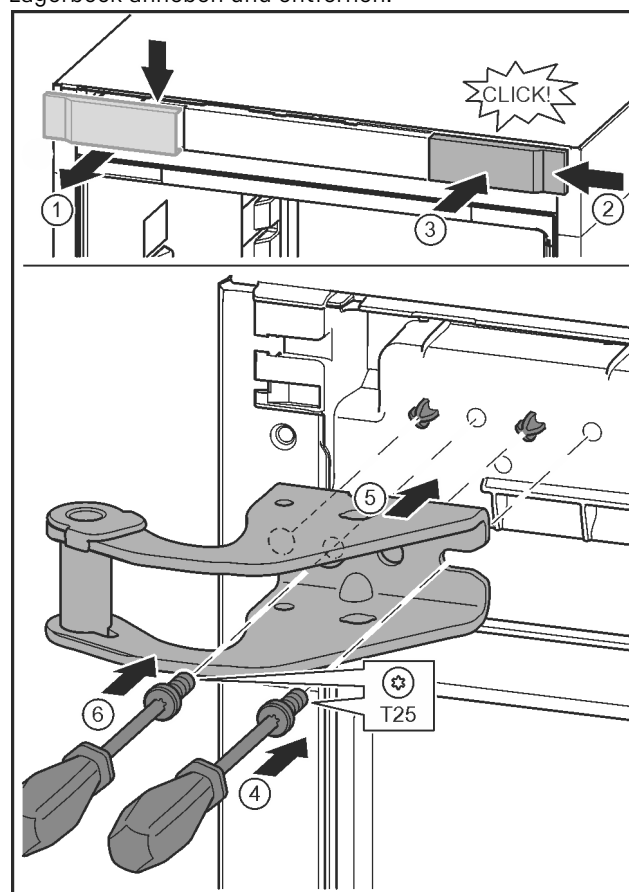

Fig. 15
- ▶ Abdeckung lösen und seitlich abnehmen. Fig. 15 (1)
- ▶ Abdeckung um 180° gedreht auf der anderen Seite von rechts einhängen. Fig. 15 (2)
- ▶ Abdeckung einrasten. Fig. 15 (3)
- ▶ Schraube mit Schraubendreher T25 ansetzen. Fig. 15 (4)
- ▶ Oberen Lagerbock ansetzen. Fig. 15 (5)
- ▶ Schraube festdrehen. Fig. 15 (4)
- ▶ Schraube mit Schraubendreher T25 einsetzen und festdrehen. Fig. 15 (6)